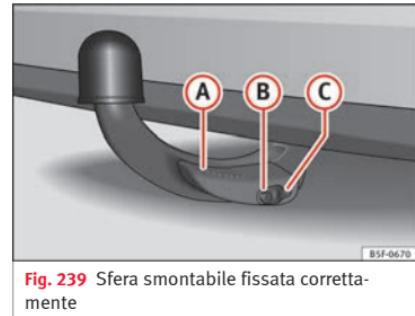

Fig. 239 Sfera smontabile fissata correttamente
- La leva (A) » fig. 239 è totalmente sollevata.
- Il perno di sblocco (B) » fig. 239 fuoriesce completamente (la parte rossa e verde è visibile).
- Il coperchio (C) » fig. 239 è collocato sulla serratura.